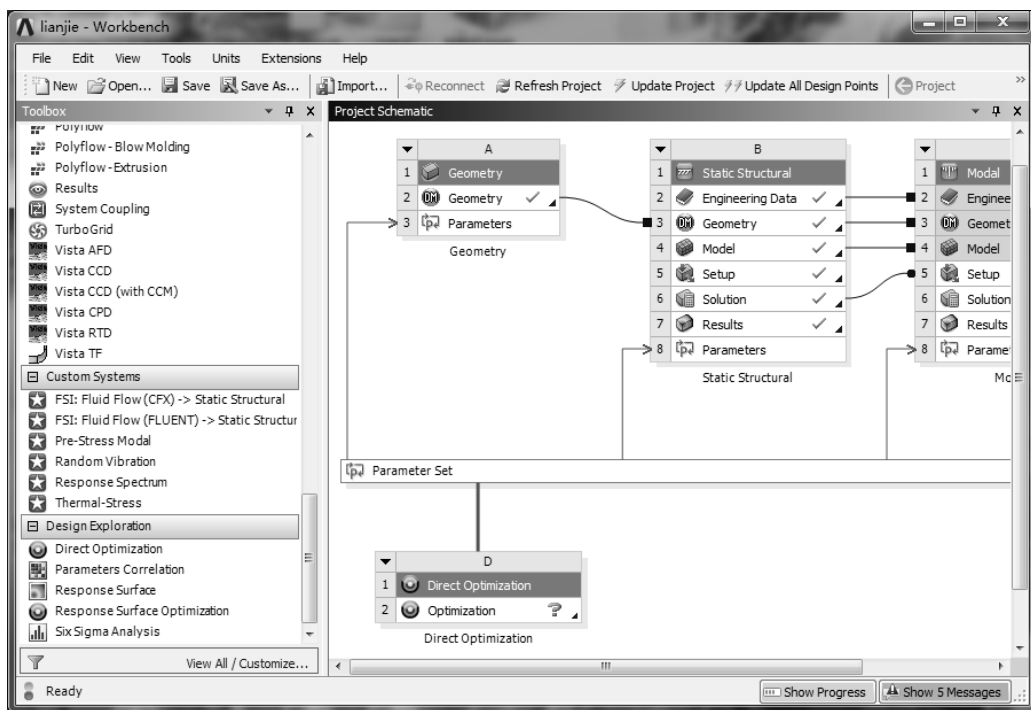

图 12-43 启动直接优化工具
1) 双击【Toolbox（工具箱）】中【Design Exploration】下的【Direct Optimization】选项，即可在【Project Schematic（项目管理区）】创建分析项目 D，如图 12-43 所示。